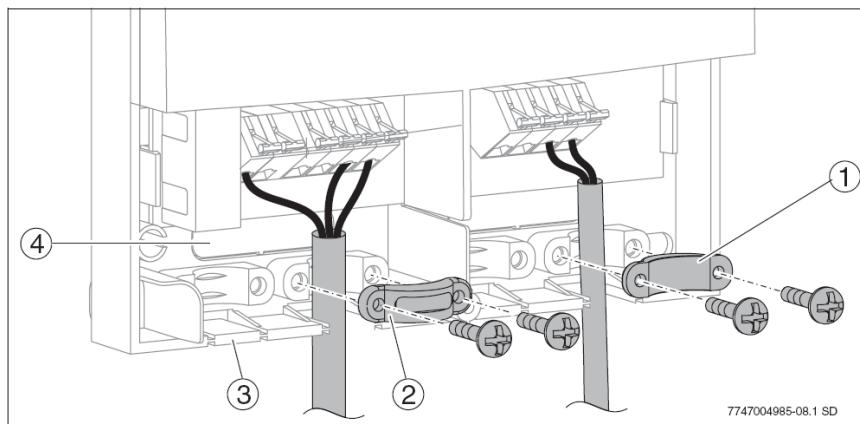

Рис. 8 Кабельный ввод и крепление кабельных линий
Кабельные линии можно прокладывать к прибору в зависимости от ситуации с тыльной (→ Рис. 8, Поз. 4) или с нижней (→ Рис. 8, Поз. 3) стороны.
- С помощью ножа удалить лепесток кабельного ввода (→Рис. 8) так, чтобы не оставалось режущих краёв или острых заусениц.
- Зашить кабель соответствующим фиксатором от натяжения (→ Рис. 8, Поз. 2). Фиксатор может также монтироваться в перевёрнутом варианте (→ Рис. 8, Поз.1).